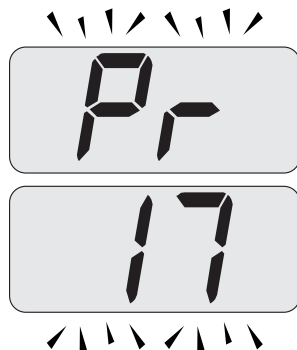

Figura 5.40
- Scorrere i vari parametri utilizzando i tasti 16 o 17 fino a far apparire sul display LCD le lettere **Pr** che si alternano con il codice **17**, indicanti l'entrata nel "parametro 17" (Figura 5.40).